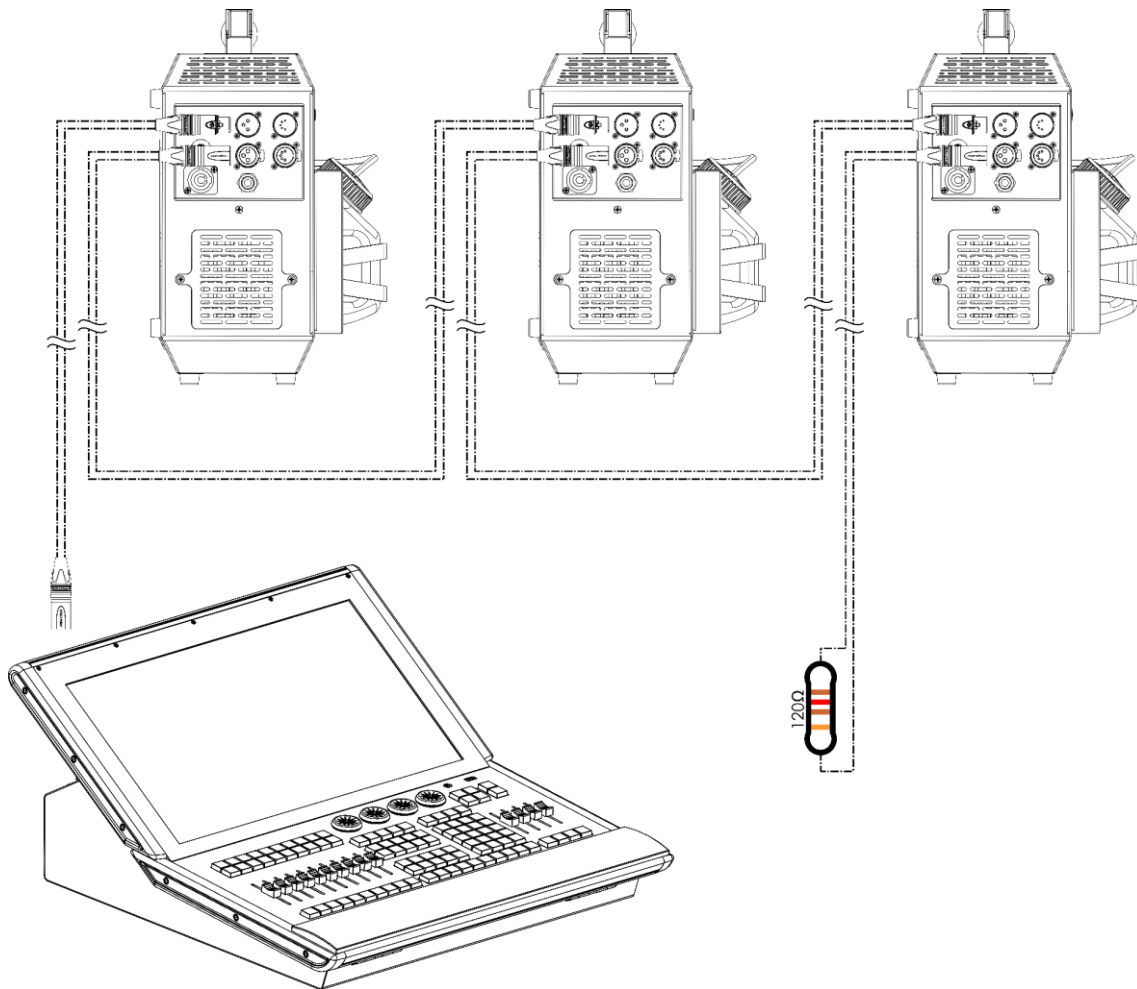

Fig. 27
- 03) Herhaal stap 2 om alle apparaten in een serieschakeling aan te sluiten zoals in Fig. 27.